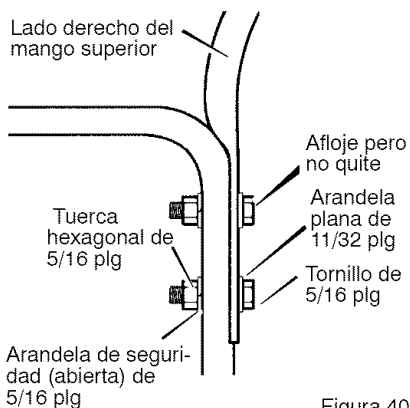

Figura 40
3. Afloje pero no quite los tornillos, arandelas planas, arandelas de seguridad y tuercas hexagonales que se encuentran en los agujeros superiores del mango inferior. Vea la Figura 40.